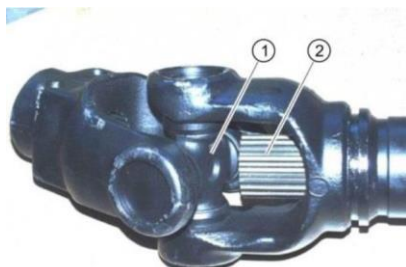

Рис. 30. Проверка на минимальной длине
- Проверьте углы крестовин приводного карданного вала в различных его положениях (Рис. 30)